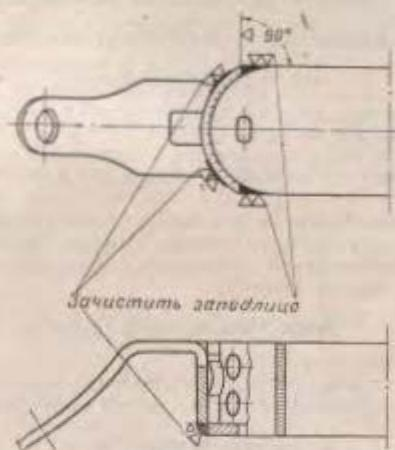

Рис. 31. Приварка хвостовика к затворной коробке
(II) Если подтяжной зажим не устрашит, начину невозможнно, то приварить хвостовик к затворной коробке электродом 334-3 (рис. 31).